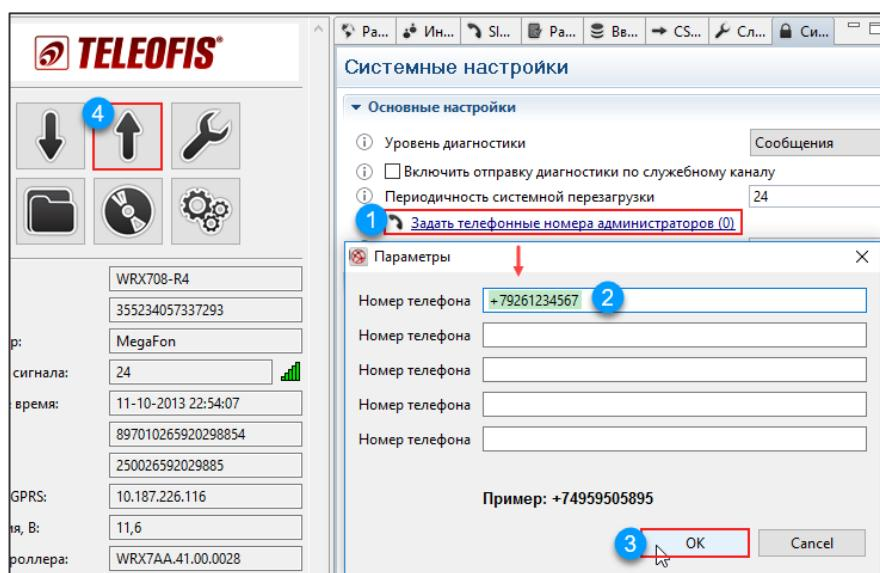

Рис. 35. Задать номер администратора.
- Во вкладке **Системные** задайте номер телефона администратора — номер модема, с которого будет разрешен приём CSD-подключений. Сохраните изменения с помощью кнопки **Записать параметры** (Рис. 35).